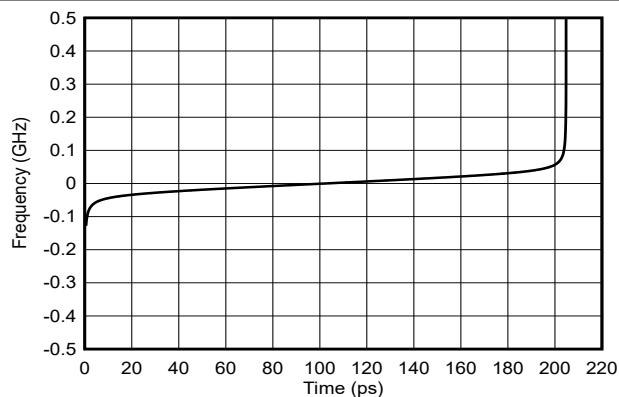
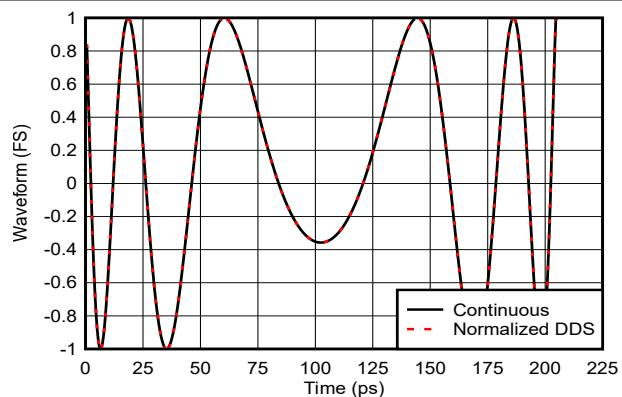
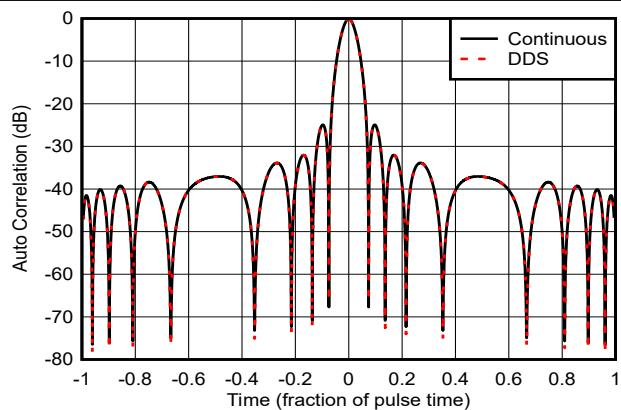

図 9-4. NLFM 周波数ランプ
図 9-5. NLFM 波形の正規化されたタイムドメイン（赤 = DDS 波形、黒 = 連続式）
図 9-6. NLFM 波形の自動相関（赤 = DDS 波形、黒 = 連続式）
16.2GHz へのオフセットなしの NLFM チャープ周波数ランプを 図 9-4 に示します。式 8 に基づく時間領域 DDS 波形と連続波形を 図 9-5 に示します。DDS 波形と連続波形の自動相関を 図 9-6 に示します。